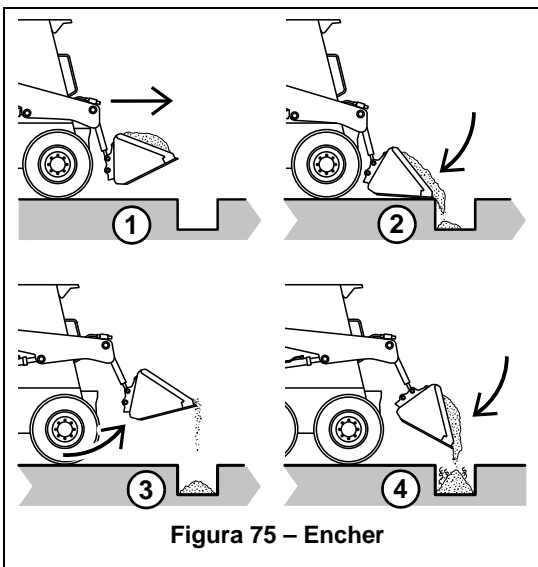

Figura 75 – Encher
1. (Figura 75) Baixe o balde até estar a alguns centímetros do solo. Desloque a máquina lentamente em frente até a aresta dianteira do balde se prolongar até meio sobre a borda do buraco ou aterro.